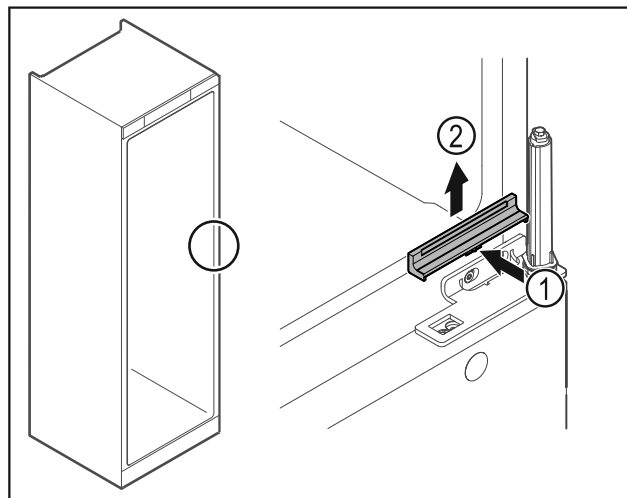

Fig. 26
- Shtypni kapakun mbulues Fig. 26 (1) lehtë në mes dhe hiqeni nga lart Fig. 26 (2).